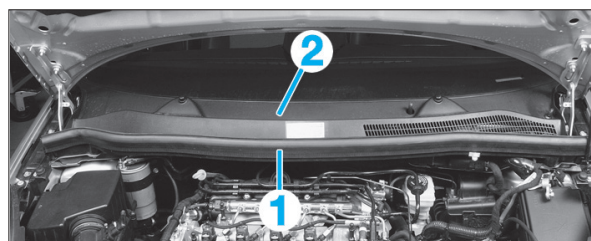
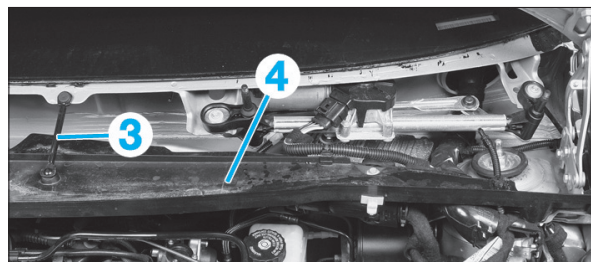

Fig. 8
Fig. 9
- le joint (1) (Fig.8),
- le déflecteur (2),
- le renfort (3) (Fig.9),
- le support (4).